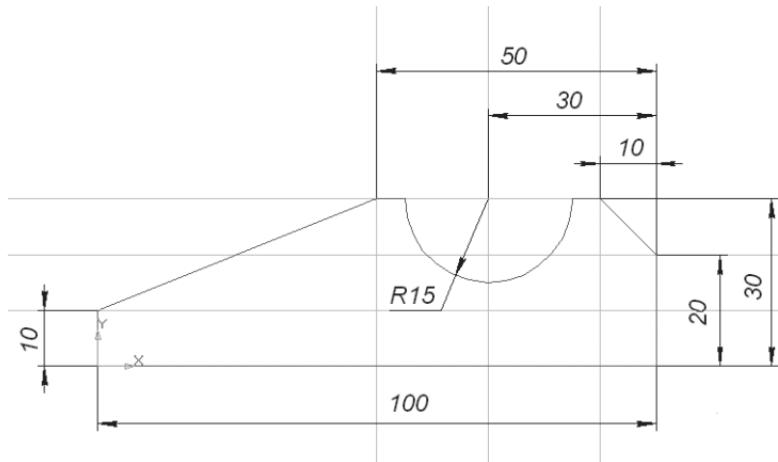

Рис. 253
- постройте эскиз рис. 253 (далнейшее построение см. табл. 4).